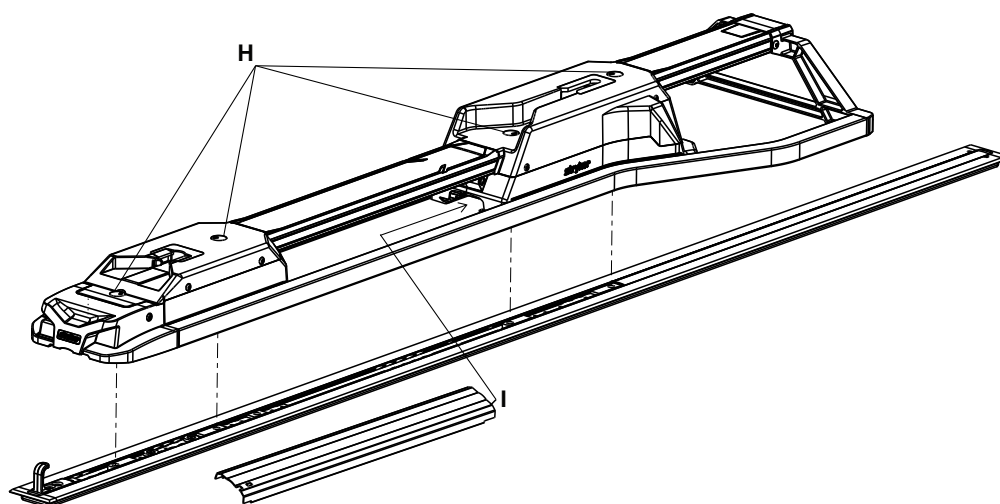

Figure 11 – Attacher la fixation
17. Tourner les embouts rotatifs (H) d'un demi-tour pour accéder aux boulons de la plaque de plancher fixée, qui se trouvent sous les embouts (Figure 11).
19. À l'aide d'une clé à 6 pans de 3/8 po, installer les trois autres boulons fixés à la plaque de plancher (H) dans les deux crampons (Figure 11).
23. Insérer le côté sans encoche du cache central (6392-001-011) (I) dans l'ouverture du boîtier côté tête (Figure 11).
- _____ À l'aide d'une clé dynamométrique, vérifier que les quatre boulons de la plaque de plancher fixée (A) sont serrés à 81+/-14 Nm (Figure 11).